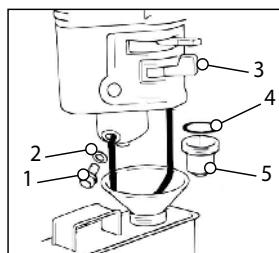

Рис. 25
1. Установите рычаг топливного крана 3 в положение «ЗАКРЫТО» (рис. 25).
3. Открутите болт 1 сливного отверстия и слейте топливо из поплавковой камеры карбюратора (рис. 25).
4. Открутите стакан 5, вылейте из него топливо в заранее подготовленную емкость (рис. 25).